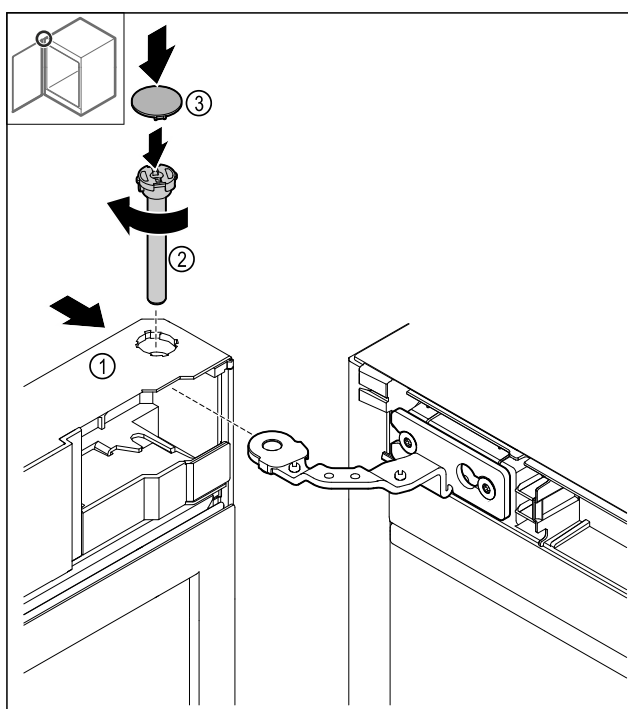

Fig. 51
- Potisnite vrata Fig. 51 (1) zgoraj na tečaj.
- Vstavite sornik Fig. 51 (2) in ga privijte v smeri urinega kazalca.
- Namestite pokrov Fig. 51 (4).